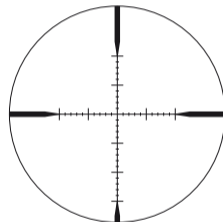
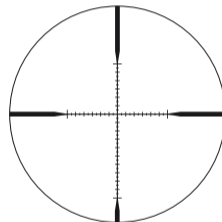

Fig. 3-1
Fig. 3-2
(1) Mise au point
- 1 Regardez dans l'oculaire, l'œil placé à environ 4 pouces (10 cm) de l'oculaire, pour voir le réticule MK1-MOA (Fig. 3-1) ou le réticule MK1-MRAD (Fig. 3-2).